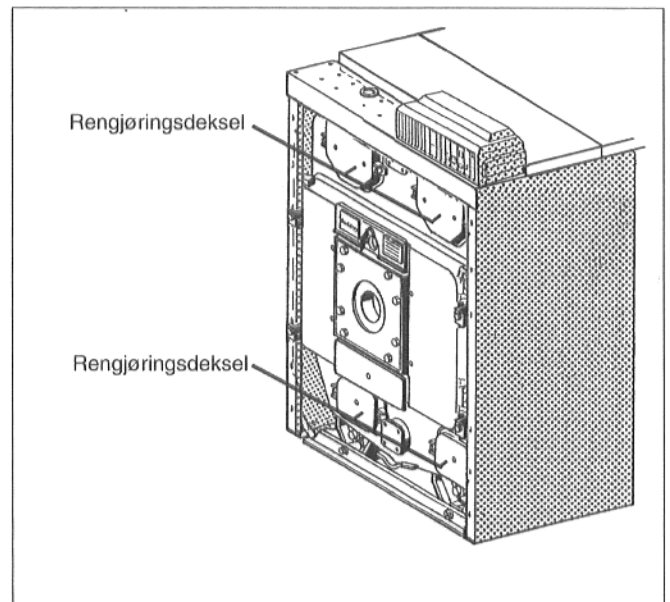

Fig. 59
- Skru av rengjøringsdekslene oppe og nede på forelementet (fig. 59).